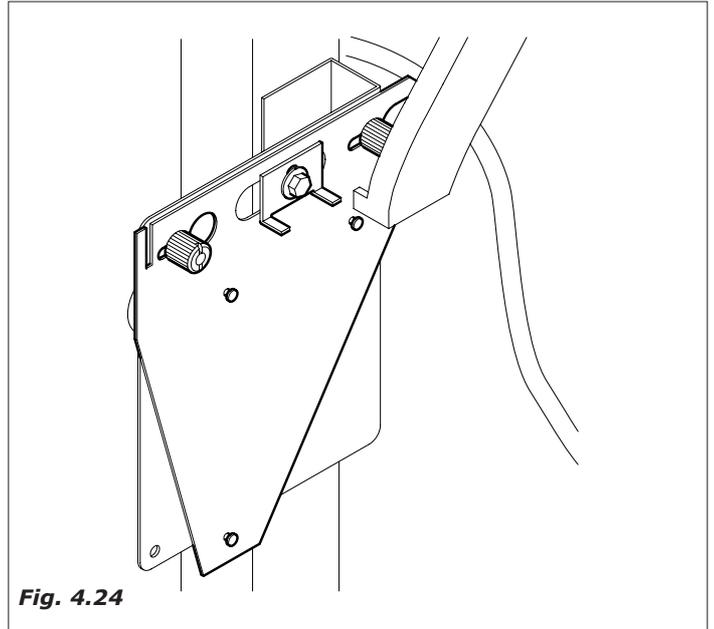

Fig. 4.24
- desmontar el soporte de la máquina (Fig.4.24)